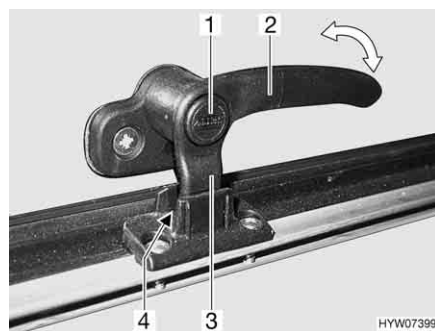
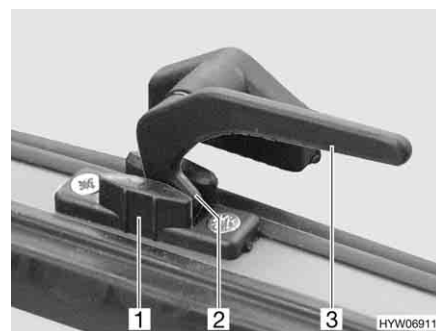

Fig. 104 Leva di serraggio con bottone di sicurezza in posizione "Aerazione continua"
Fig. 105 Leva di serraggio in posizione "Aerazione continua"
- In posizione di "Aerazione continua" (Fig. 104 e Fig. 105)
- Se presente, premere e tenere premuto il bottone di sicurezza (Fig. 104,1).
- Ruotare la leva di serraggio (Fig. 104,2 o Fig. 105,3) di un quarto di giro verso il centro della finestra.
- Girare nuovamente all'indietro la leva di serraggio. Riportare contemporaneamente il nasello di chiusura (Fig. 104,3 o Fig. 105,2) della leva di serraggio nella rientranza della chiusura della finestra (Fig. 104,4 o Fig. 105,1).
- Se presente, rilasciare il bottone di sicurezza (Fig. 104,1).